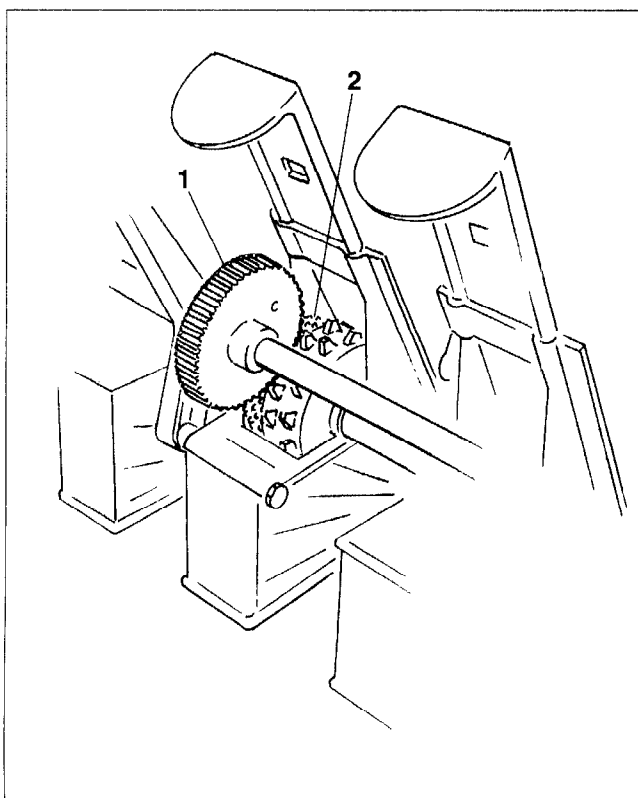

Fig. 13.17
- Engrenez les dents des pignons d'entraînement (fig. 13.17/1) dans celles des roues distributrices "fines graines" (fig. 13.17/2) et fixez les pignons d'entraînement sur l'arbre de jalonnage.